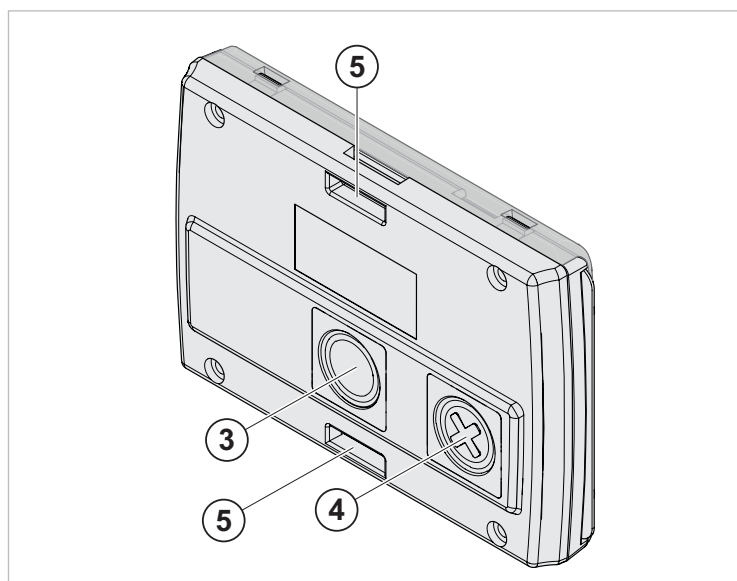

Fig. 9 Personal-Badge, Rückansicht
- Ein Knopf für Assistenzruf oder SOS-/Aggressionsruf (3, Fig. 9), mit dem bei Bedarf Hilfe oder Verstärkung gerufen werden kann.
- Ein Knopf zur Alarmquittierung (4, Fig. 9)
- Knopf für Assistenzruf (3, Fig. 9) 10 s lang gedrückt halten, bis die Beruhigungsleuchte (LED) leuchtet.
- Knopf für Assistenzruf an der Badge-Rückseite (3, Fig. 9) drücken.
- Knopf für SOS- oder Aggressionsruf an der Badge-Rückseite (3, Fig. 9) mehrmals kurz hintereinander drücken.
- Personal-Badge auf 50 cm an das den Alarm auslösende Gerät heranführen und den Knopf zur Alarmquittierung (4, Fig. 9) einmal drücken.